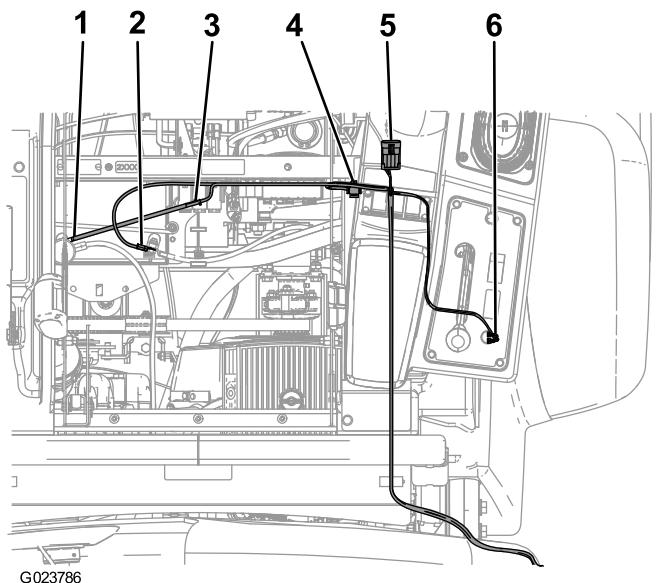

Figura 4
7. Ligue o botão da bobina da tubagem à cablagem e instale o botão e porca impermeável no painel da consola traseira (Figura 4).
9. Ligue o conector próximo no tampão da bobina de tubagem na cablagem principal localizado sob a parte frontal do braço de controlo (Figura 4).
11. Ligue o fusível ao fio vermelho ligado ao terminal positivo (+) da bateria (Figura 4).
12. Ligue a extremidade mais distante da cablagem à ligação à terra do bloco (Figura 4).